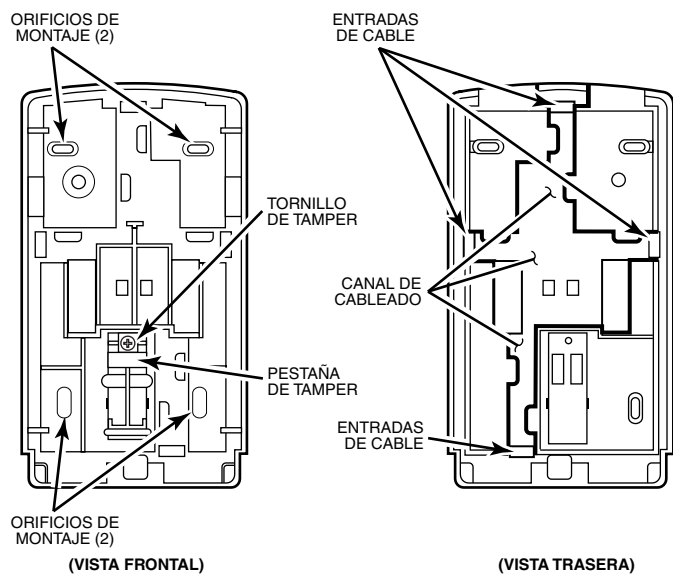

Figura 2 – Montaje del teclado
El teclado se puede montar directamente sobre la pared. Dispone de un tamper que se activa cuando se Abre la carcasa separando la parte delantera y trasera de la misma. Para poder activar el tamper, se debe Colocar un tornillo en la parte trasera de la carcasa tal y como se indica en la Figura 2.
2. Si utiliza el tamper, coloque la carcasa trasera sobre una superficie lisa y sitúe un tornillo en la pestaña del tamper de la carcasa trasera tal y como se indica en la Figura 2. Atorníllelo hasta que la cabeza del tornillo haga contacto con la carcasa.